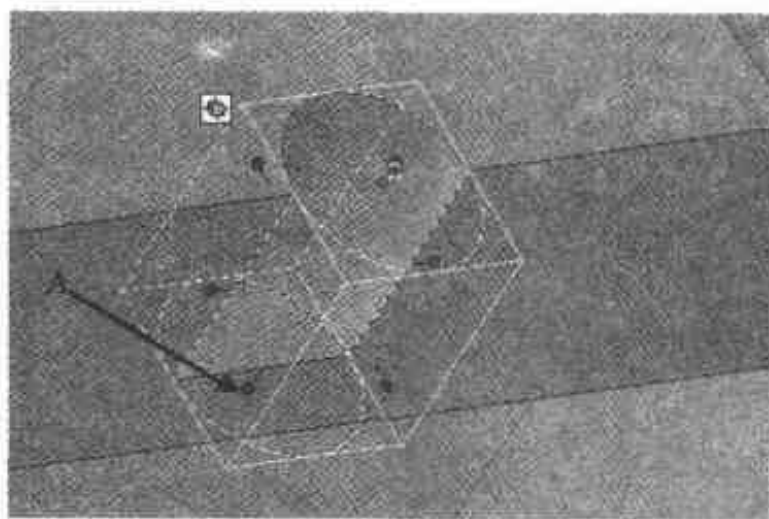

图 2.31 生成孔图素
- (3) 在与步骤(1)相同的位置拖入一个【孔类圆柱体】智能图素；右击如图 2.31 所示的手柄 A，将高度改为 350，长度改为 140，单
击【确定】按钮，结果如图 2.31 所示。